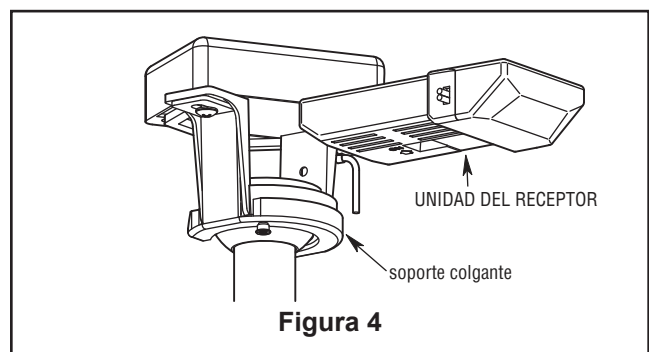

Figura 4
4. Pase los cables a través de la cubierta de unión del motor, la cubierta para el tornillo y el capuchón. (Figura 4)
3. Deslice la unidad del receptor en el extremo abierto del soporte colgante. (Figura 4)
4. Instale el conector de 2 clavijas desde la placa de conexión a la unidad del motor. (Figura 4)
4. Si se desea que el flujo del aire vaya en la dirección opuesta, apague el ventilador y espere a que se detengan las palas. Deslice la carcasa de la cubierta para visualizar el interruptor del reverso. Deslice el interruptor del reverso ubicado en la parte superior del motor hacia la posición opuesta y encienda de nuevo el ventilador. (Figura 4)